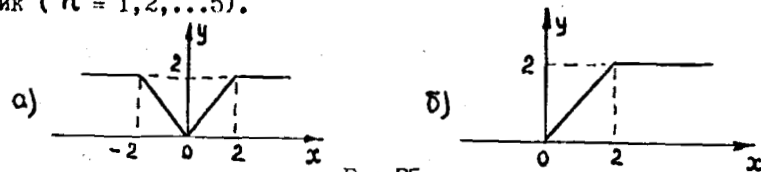

Рис.35
23.* Исследуйте аналитически преобразования гармонического входного сигнала нелинейностями, изображенными на рис.35.